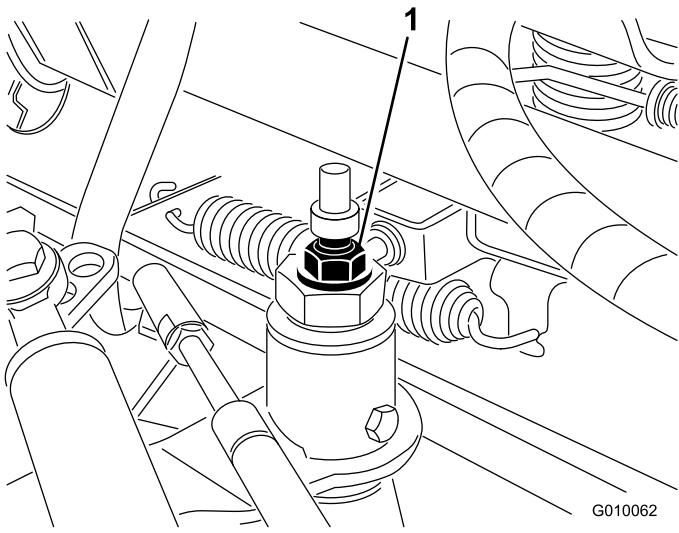

Figura 54
- Desaperte a porca de bloqueio no excêntrico de tracção (Figura 54).